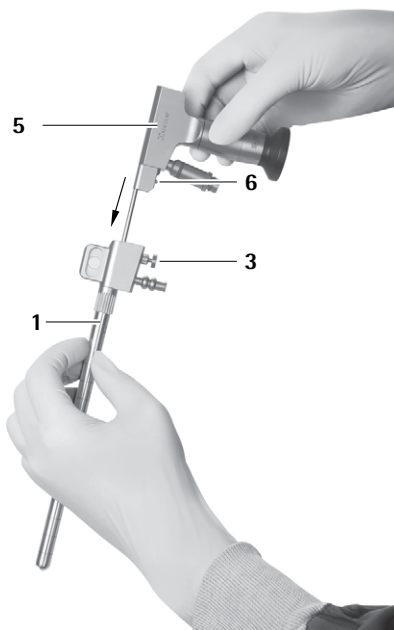
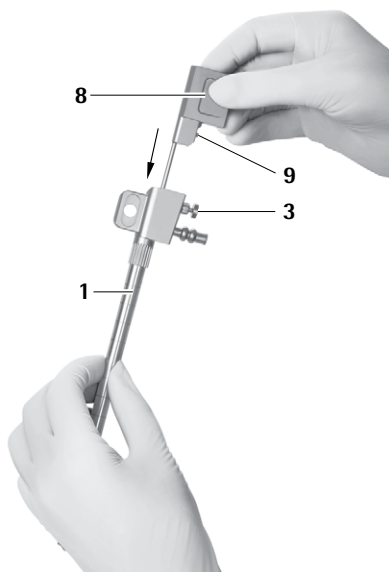

Fig. 14
Fig. 15
- Veiller ce faisant à ce que l'ergot de verrouillage 6 de l'endoscope 5 ou l'ergot de verrouillage 9 de l'obturateur pour canal optique 8 se trouve du même côté que le bouton de déverrouillage 3 du trocart MINOP InVent 1, voir Fig. 14 et voir Fig. 15.